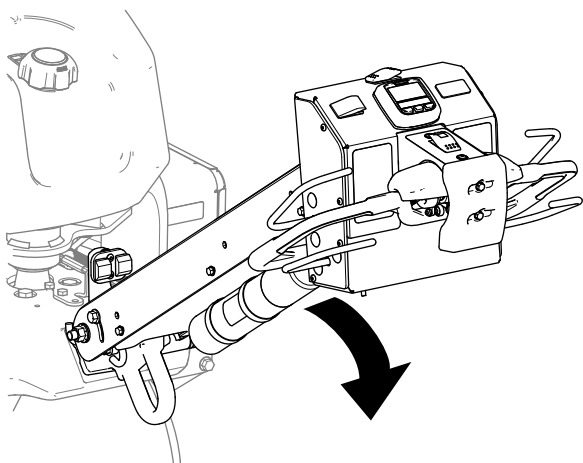

Рисунок 30
2. Опустите рукоятку управления (Рисунок 30).